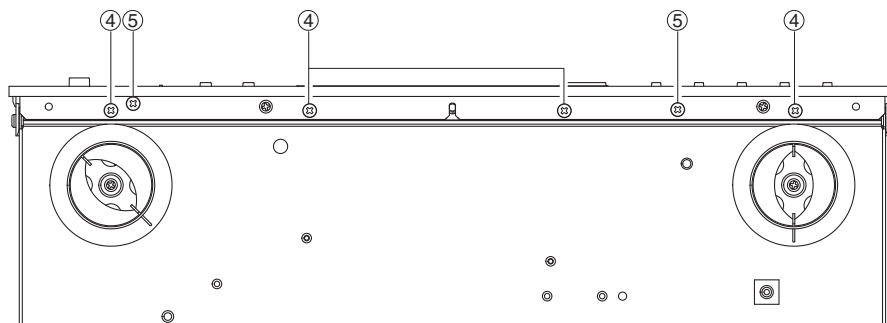

Fig. 2
- c. Remove 4 screws (④) and 2 screws (⑤). (Fig. 2)
- c. ④ のネジ 4 本、⑤ のネジ 1 本を外します。(Fig. 2)